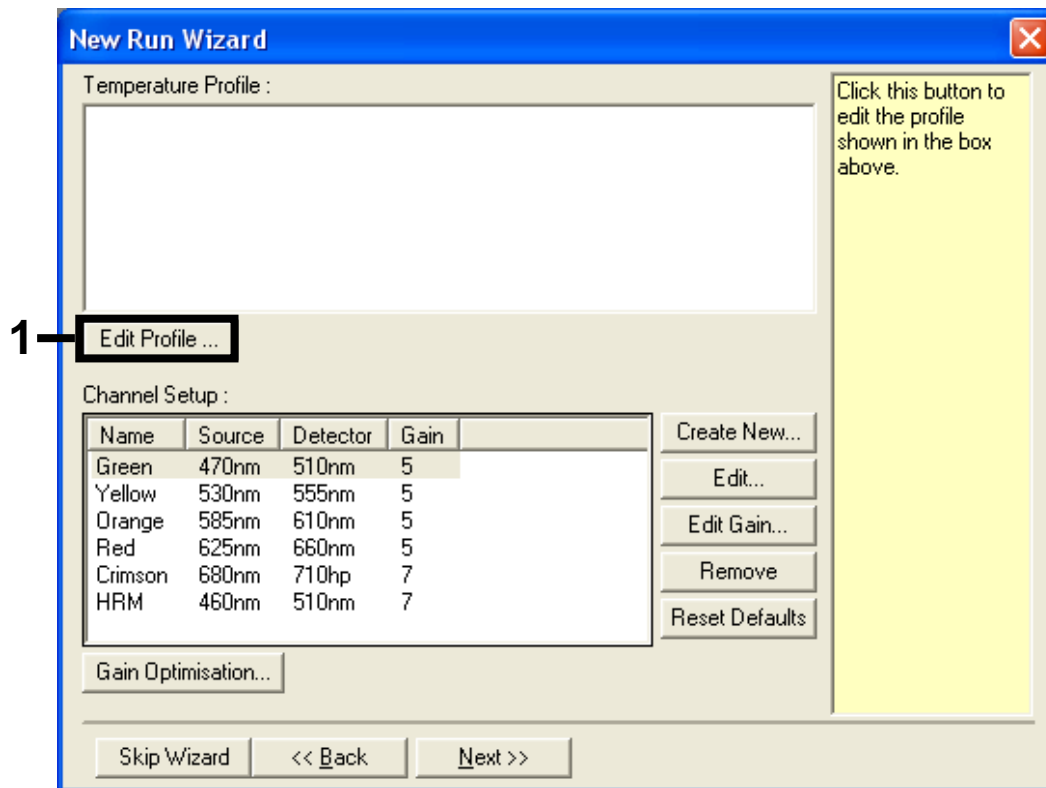

Ilustración 23. Edición del perfil (1)
- Haga clic en el botón "Edit Profile" (Editar perfil) situado en el cuadro de diálogo "New Run Wizard" (Asistente para series nuevas) (ilustración 23) y revise los parámetros de la serie analítica según los pasos siguientes.